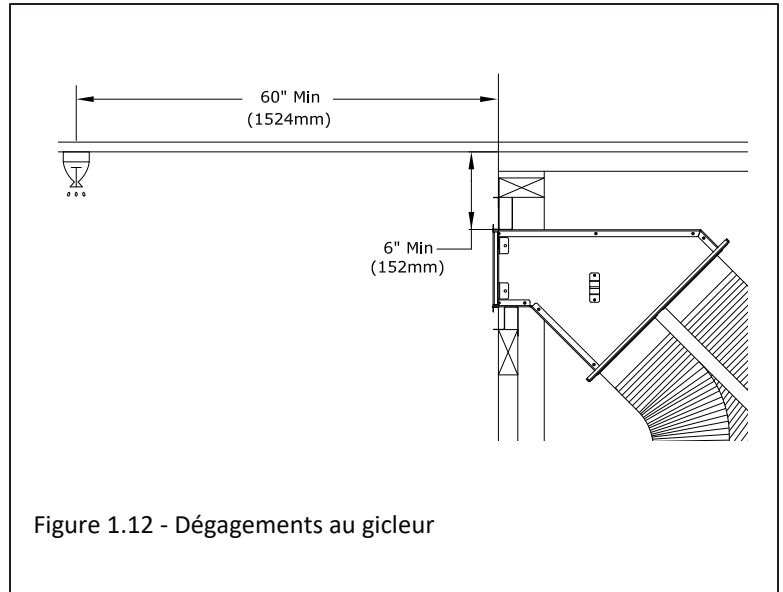

Figure 1.12 - Dégagements au gicleur
- La Figure 1.12 montre un kit KZK latéral, mais votre installation peut être légèrement différente.